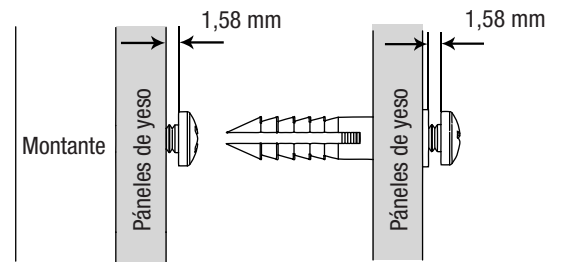

Figura 2
**PASO 2:** Perfore los orificios guía con una broca de 2,5 mm (3/32") en las ubicaciones marcadas. Si hay un montante presente, inserte y asegure el tornillo dejando una brecha de 3,96 mm. Si no hay un montante, utilice una broca de 5 mm (3/16") para agrandar el orificio de 2,5 mm. Inserte el anclaje y asegure el tornillo dentro del anclaje, dejando una brecha de 3,96 mm como se muestra en la **Figura 2**.